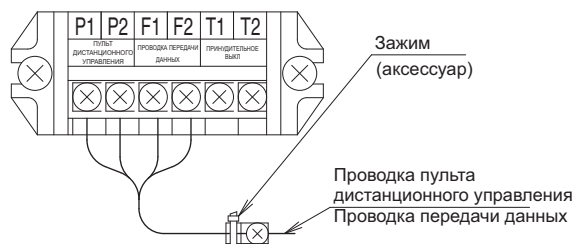

Рис.18
- Протянуть проводку для пульта дистанционного управления, проводку передачи данных и провод для компьютерного управления через отверстие в шкаф электрических устройств, и подсоединить к клеммам на X3M клеммной колодке. После подсоединения закрепить с помощью комплектного зажима. (См. Рис. 18)